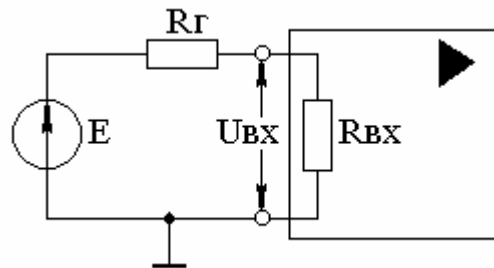

Рисунок 3.9 – Измерение входного сопротивления каскада
1. **Снять характеристики каскада с ОЭ.** Измерить  $R_{вх}$  и  $R_{вых}$  каскада с ОЭ. Для измерения  $R_{вх}$  источник входного сигнала  $E$  подключить ко входу каскада через резистор  $R_{г}$  (рисунок 3.9).